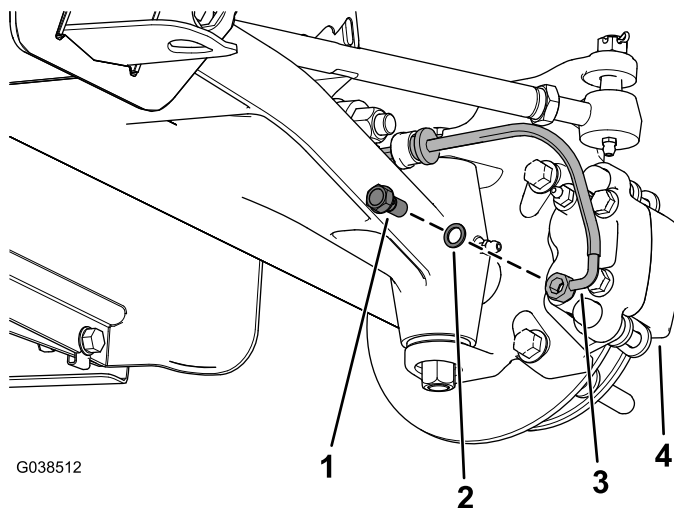

Figure 3
3. Retirez le boulon creux et la rondelle de l'étrier de frein, puis déposez la conduite de frein avant de l'étrier (Figure 3).
13. Fixez la conduite de frein avant à l'étrier de frein à l'aide d'un boulon creux et de 2 rondelles pour boulon creux (Figure 3).